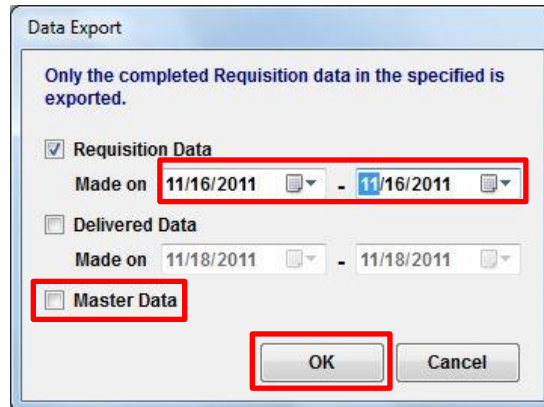

図 6.7 Data Export
15. “Menu”画面(図 6-6)上で [Data Export]を選択すると “Data Export”画面(図 6-7) が表示されます。